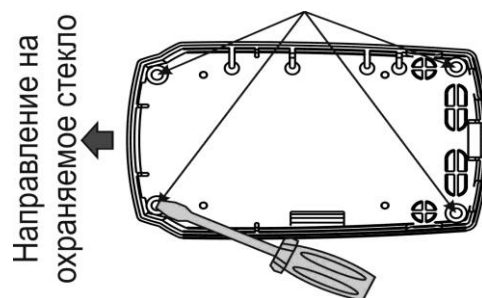

Рисунок 9.7
- сделать разметку под крепежные отверстия по приложенному основанию и смонтировать элементы крепления (рисунок 9.7):